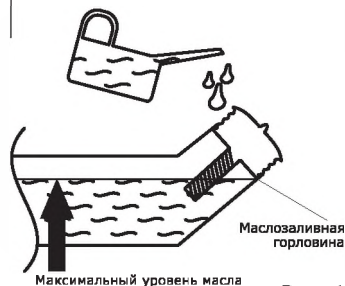

Рис. 6
- Отверните и извлеките масляный щуп. Проверьте уровень масла. Медленно долейте масло до нужного уровня по меткам на щупе или краю маслозаливной горловины (рис. 6).